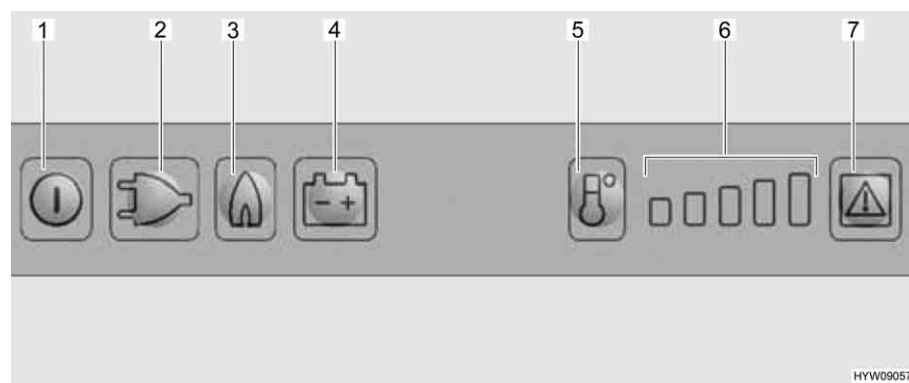

Fig. 132 Boutons de commande pour le réfrigérateur
- Appuyer sur la touche Marche/Arrêt (Fig. 132,1) pendant env. 2 secondes. Le réfrigérateur s'allume. La touche du dernier mode de fonctionnement sélectionné s'allume.
- Appuyer si nécessaire sur la touche du mode de fonctionnement "Gaz" (Fig. 132,3). La touche s'allume. L'arrivée de gaz est ouverte. L'allumage s'effectue de manière automatique. Un tic-tac est distinctement perceptible jusqu'à ce que la procédure d'allumage soit effectuée avec succès.
- Régler la température de réfrigération avec la touche de sélection du degré de température (Fig. 132,5).
- Appuyer si nécessaire sur la touche "230 V" (Fig. 132,2). La touche s'allume.
- Appuyer si nécessaire sur la touche de mode de fonctionnement "12 V" (Fig. 132,4). La touche s'allume.